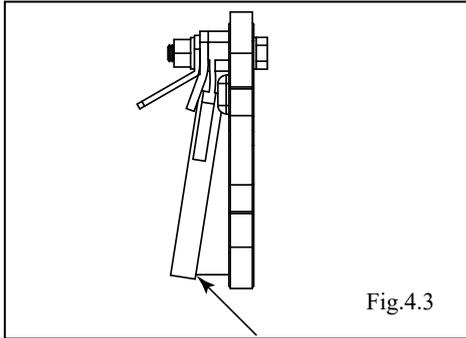

Fig.4.3
- 若翻板阀和阀座之间有间隙，则需更换新品。〈Fig4.3〉